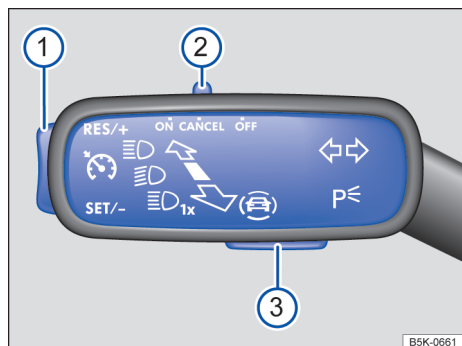

Fig. 115 À esquerda na coluna de direção: interruptores e botões para comandar o limitador de velocidade.
- Empurrar o interruptor → Fig. 115 2 para a posição **ON**.
- Durante a condução, pressionar o botão → Fig. 115 1 na área **SET/-**.
A velocidade salva pode ser ajustada através do botão → Fig. 115 1:
Para alterar continuamente a velocidade salva, manter o botão → Fig. 115 1 pressionado.
- Pressionar o interruptor → Fig. 115 2 na posição **CANCEL**.
- Pressionar o botão → Fig. 115 1 na área **RES/+**.
- Empurrar o interruptor → Fig. 115 2 para a posição **OFF**.
- Pressionar o botão → Fig. 115 3.